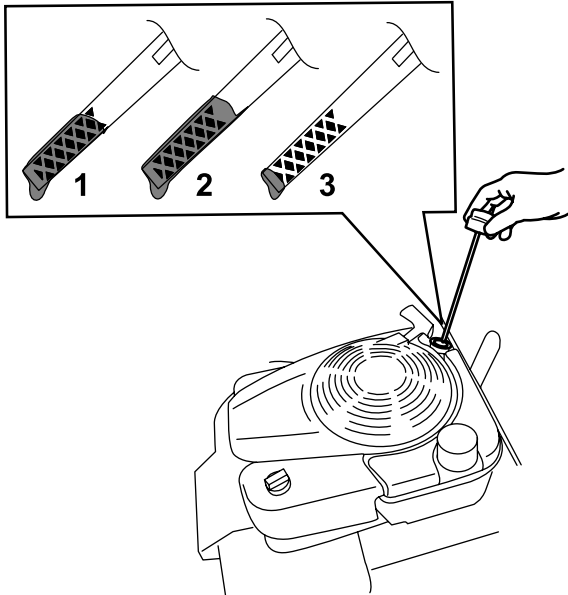

Figura 13
2. Retire la varilla girando el tapón en el sentido contrario a las agujas del reloj y tirando del mismo (Figura 13).
5. Observe el nivel de aceite en la varilla (Figura 13).
- Si el nivel de aceite de la varilla es demasiado bajo (Figura 13), vierta con cuidado una pequeña cantidad de aceite detergente SAE 30 o SAE 10W-30 en el tubo de llenado, espere 3 minutos, y repita los pasos 3 a 5 hasta que el aceite de la varilla llegue al nivel correcto. Consulte el tipo correcto de aceite en Cómo cambiar el aceite del motor (página 21).
- Si el nivel de aceite de la varilla es demasiado alto (Figura 13), drene el exceso de aceite hasta que el nivel de aceite en la varilla sea correcto; consulte Cómo cambiar el aceite del motor (página 21).